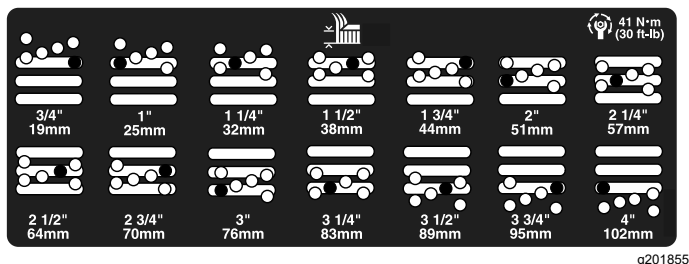

图 16
4. 在支撑起切割腔的同时取出隔片 (图 16)。
5. 将切割腔移至所需的剪草高度然后将隔片安装至指定的剪草高度孔和槽 图 16。